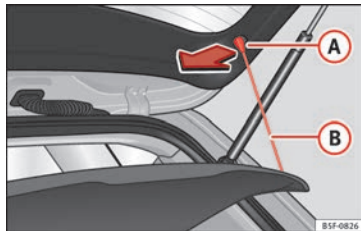

Bild 159 I bagageutrymmet: ta bort och montera hatthyllan
- Haka loss öglorna » **bild 159** (B) från sina krokar (A).
- Haka fast öglorna » **bild 159** (B) på bakluckan » **△**.